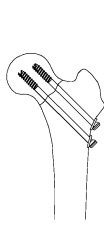

図7
5) ガイドピンを取り外し、インプラントの状態を正面像及び軸射/側面像で確認し、縫合して手術を終了します。(図7)